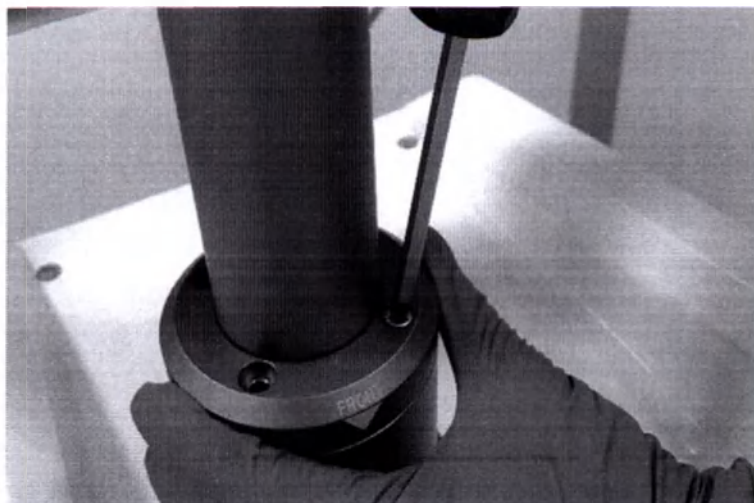

Рис.8.11 - Подсоединение шарнирного манипулятора к прибору
8.1.4.7. Закрепите шарнирный манипулятор к Прибору с помощью четырех шестигранных винтов M5 (не входят комплект поставки) и шестигранного ключа 4 мм (не входит в комплект поставки), совмещая отверстия для винтов на шарнирном манипуляторе и выводе оптического излучения на Приборе, как показано на рис.8.11, при этом надпись «FRONT» не должна смещаться.